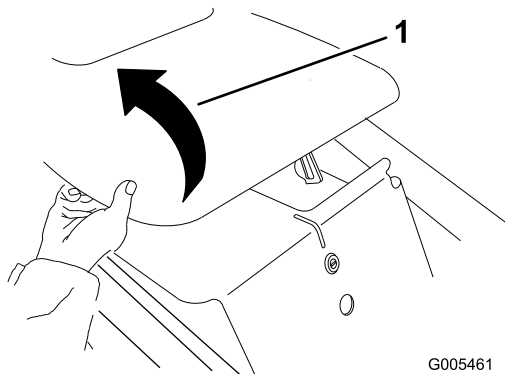

Figura 28
2. Ruotare il cofano verso l'alto (Figura 28).